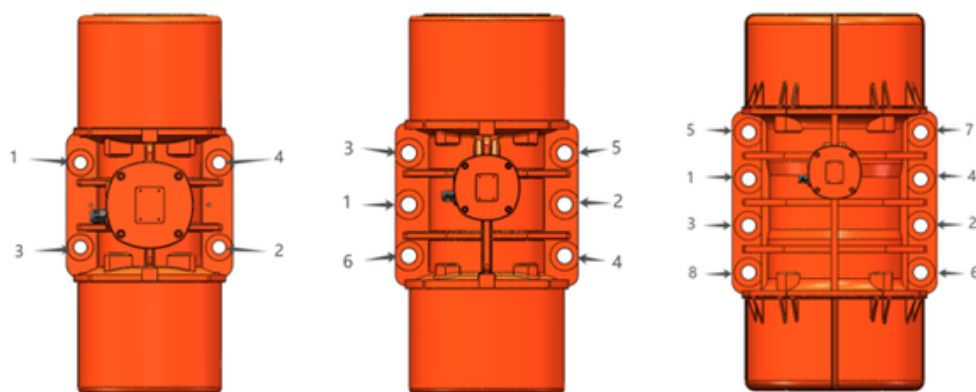

Figura 2.
5. A classe de resistência dos parafusos de instalação não deve ser inferior a 8.8. Adote medidas de travamento para fixar os parafusos firmemente, evitando qualquer folga. Quanto às medidas de travamento: para motores vibratórios de tamanhos 10 a 50, recomenda-se o uso de arruela lisa; para motores de tamanhos 60 a 110, recomenda-se o uso de arruela lisa e contraporca (dupla porca). Aplique adesivo trava-rosca nos parafusos antes do aperto e, em seguida, aperte-os seguindo a ordem indicada na Figura 2; caso contrário, o motor poderá não ficar firmemente fixado à placa de montagem.